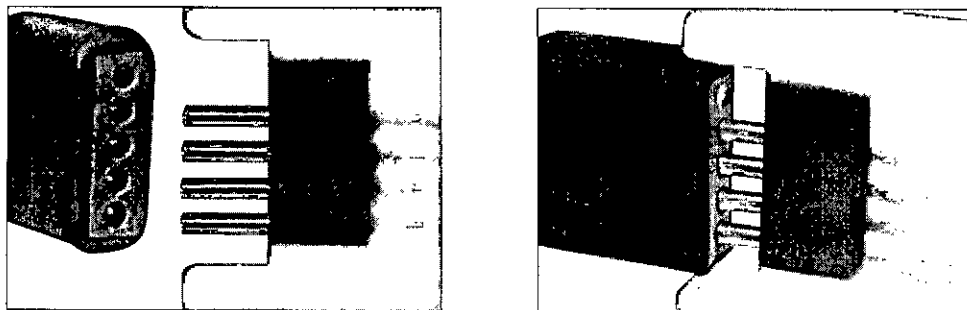

Ilustración 1: Conexión entre el Cable conector ABI y el Electrodo de colocación ABI
- Antes de iniciar las mediciones de EABR debe conectarse el Sistema de colocación ABI. El conector cilíndrico del Cable conector ABI se conecta al zócalo de la Caja de estimulador ABI. A continuación, el Electrodo de colocación ABI se conecta al Cable conector tal y como se indica en la ilustración 1. Asegúrese de que la polaridad de la conexión es la que aparece en la imagen.